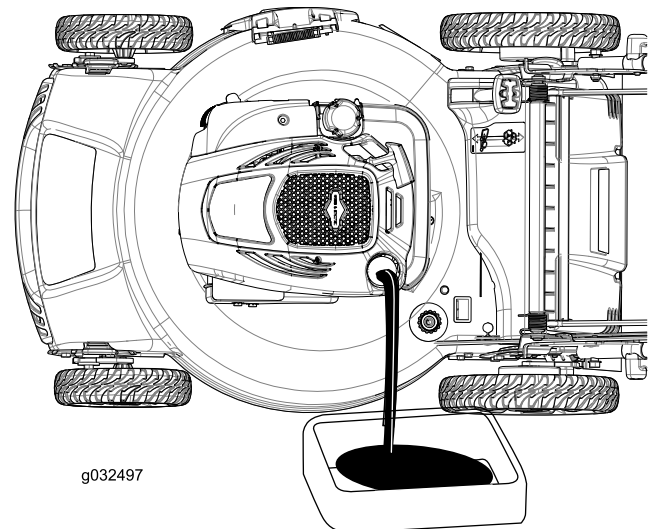
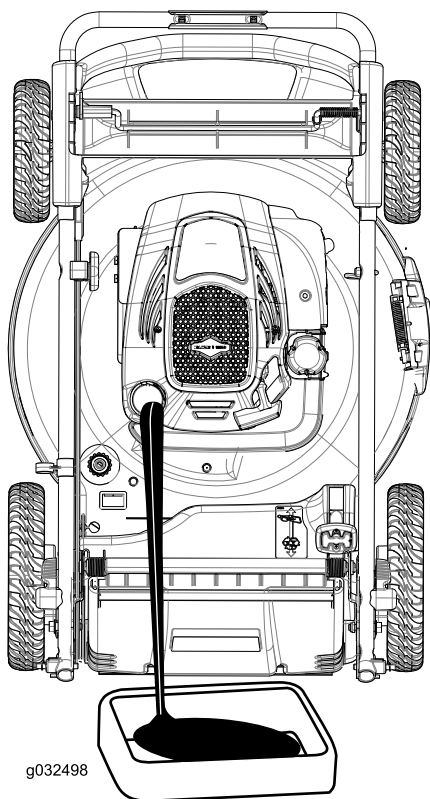

Figura 24
Figura 25
4. Coloque la máquina de lado con la varilla de aceite hacia abajo (Figura 24) o ponga la máquina en la posición de almacenamiento vertical (Figura 25; consulte Almacenamiento de la máquina en posición vertical \(página 13\)) para drenar el aceite usado a través del tubo de llenado de aceite.